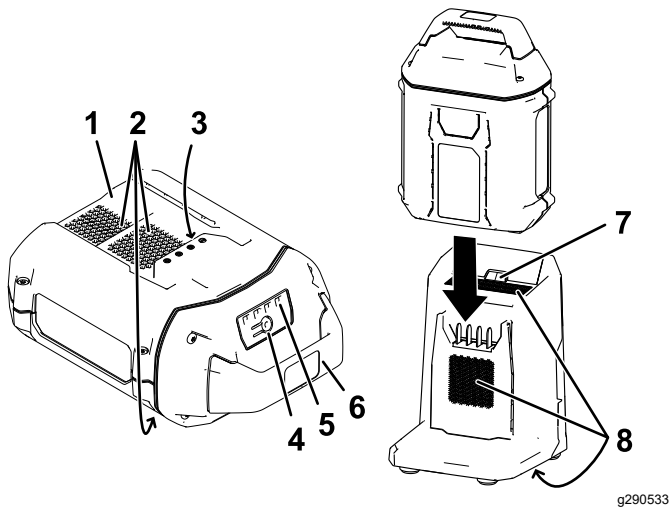

Figura 9
2. Alinee el hueco de la batería (Figura 9) con la lengüeta del cargador.
3. Introduzca la batería en el cargador hasta que esté completamente asentada (Figura 9).